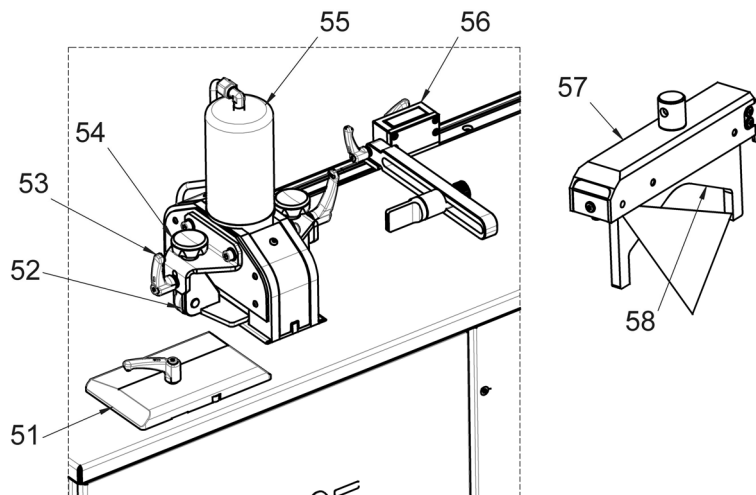

Fig. 9 : coupe des barres de courants
- Desserrer les leviers de serrage de la plaque de guidage latéral (fig. 9, 51) et régler la plaque de guidage sur la largeur de la barre de courant.
- Desserrer les vis de serrage (fig. 9, 54) et les leviers de blocage (fig. 9, 53) des deux maintiens et régler les maintiens sur l'épaisseur de matériau de la pièce. Le réglage correct des plaques de guidage et des maintiens assure un meilleur résultat de coupe.